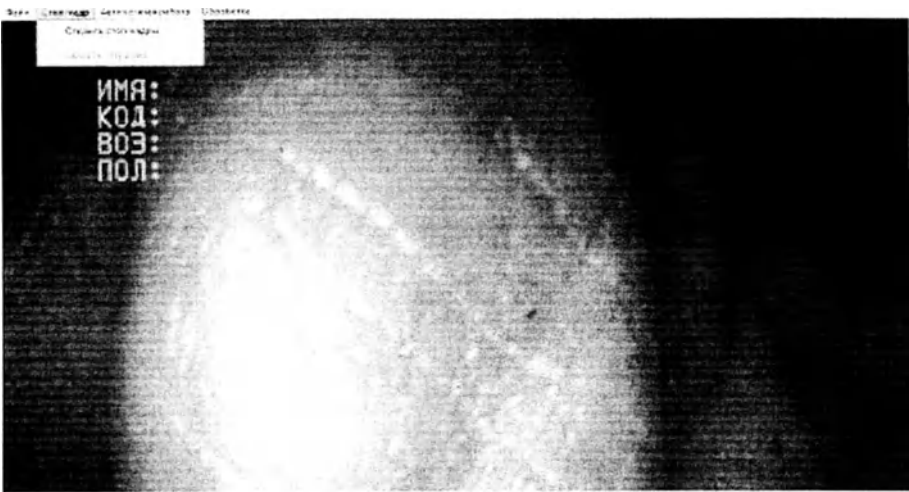

Рисунок 65 - Меню «Стоп-кадр»
- выбрать в меню сверху "Стоп-кадр" (рисунок 65);